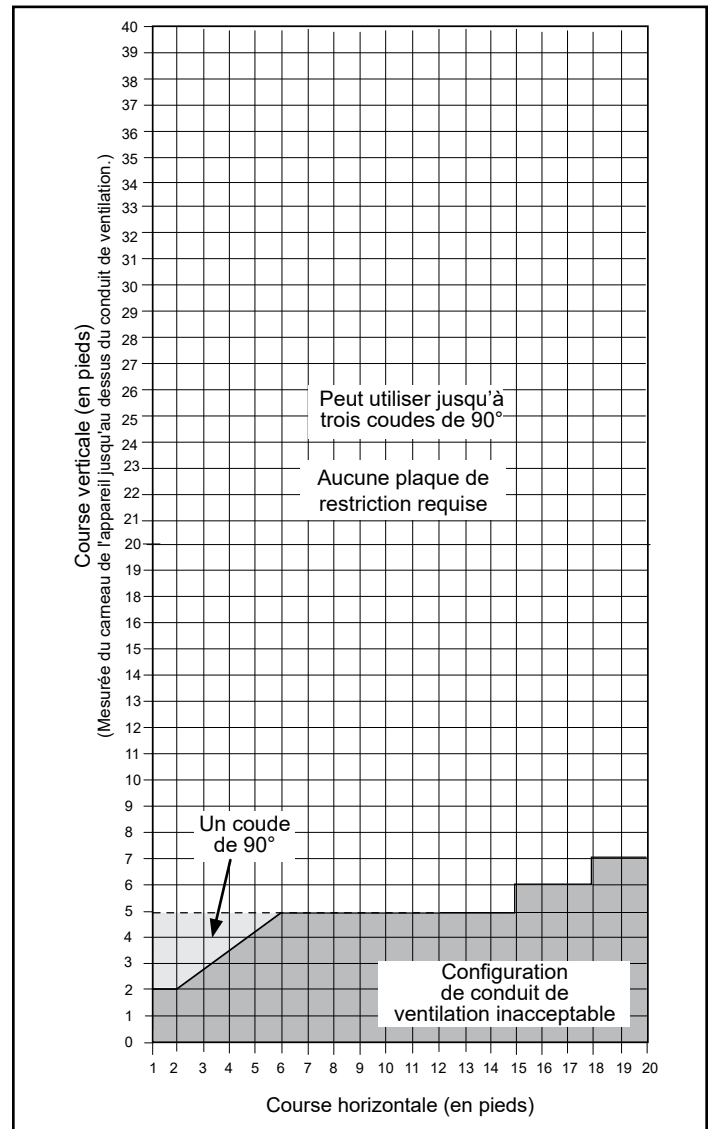

Figure 2.7 – Fenêtre de sortie de ventilation horizontale.
Le conduit de ventilation doit s'élever verticalement sur une hauteur minimale de 610 mm (24 po) au-dessus de la surface supérieure de l'appareil, avant le premier coude. La course de conduit horizontale peut atteindre 6 m (20 pi) et comprendre une section montante verticale mesurant jusqu'à 12 m (40 pi) (figure 2.7). La sortie horizontale doit également répondre aux critères indiqués aux figures 2.11 et 2.12.
- La sortie des systèmes de ventilation doit être égale ou supérieure au trait épais de la figure 2.7.